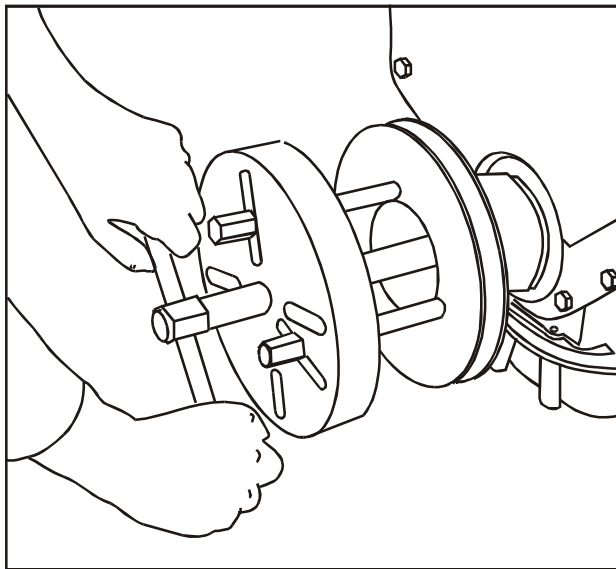

FIG 1
1. Remova a polia da árvore de manivelas, utilizando a ferramenta nº 81 30 011 **Fig. 1**.